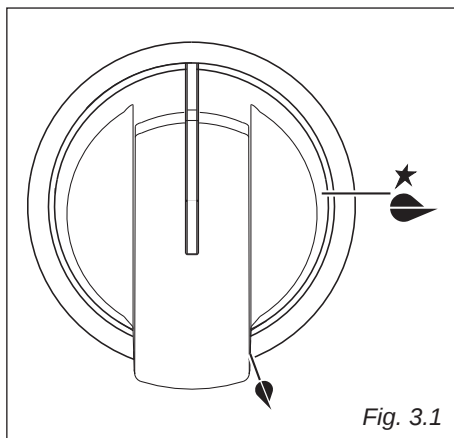

Fig. 3.1
- Svitare la vite di fissaggio della protezione "A" dietro la cucina (fig. 3.1).
L'afflusso del gas ai bruciatori è regolato da un rubinetto valvolato comandato dalla manopola di fig. 3.1.
- ✓ L'accensione elettrica è incorporata nelle manopole dei bruciatori e si identifica per il simbolo ★ vicino al simbolo "●" (fig. 3.1).